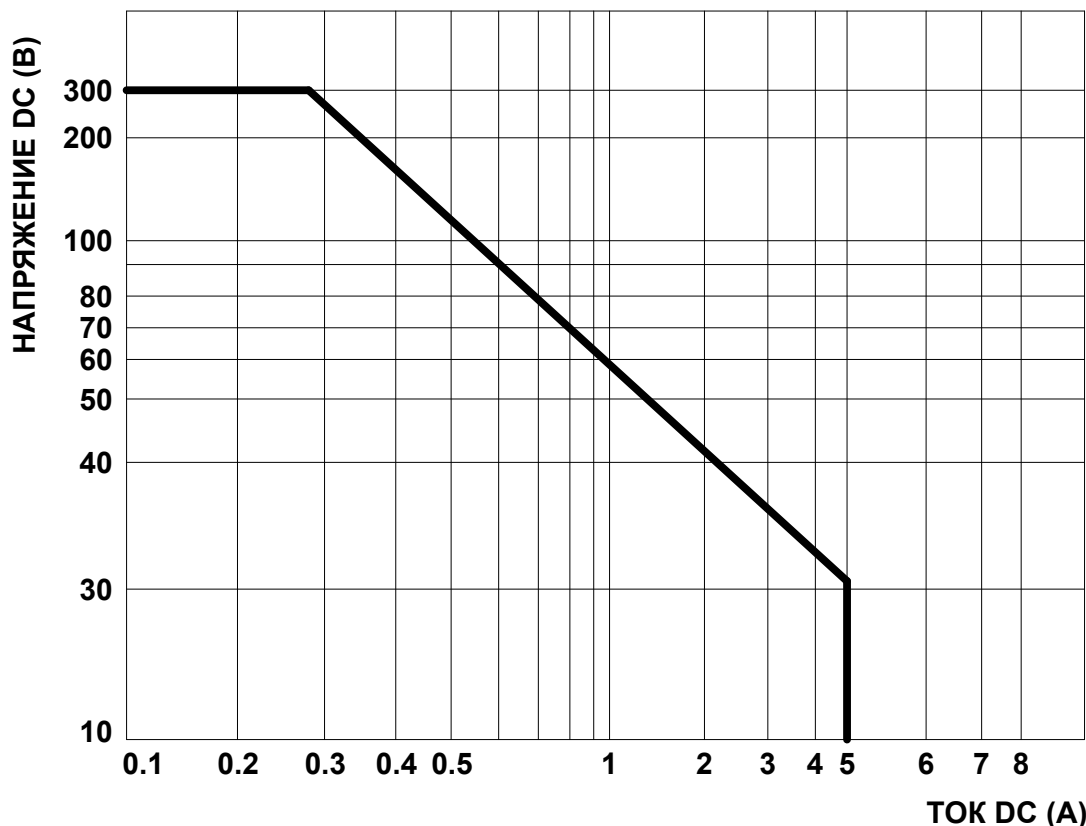

Рис. 1. Напряжение на контактах DC и максимально допустимый коммутируемый ток.
** – графики зависимости максимально допустимого напряжения на контактах от коммутируемого тока смотрите на Рис. 1...3.